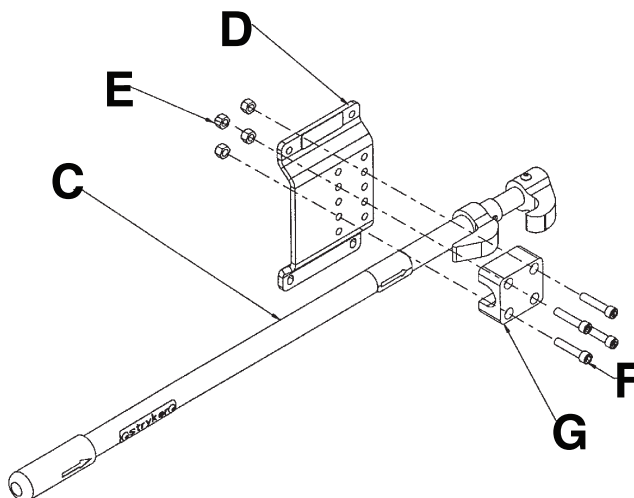

Figura 21 – Fijación de la abrazadera de raíl al conjunto de raíl
- Coloque el conjunto del raíl (C) en el soporte de montaje en pared (D) (Figura 21).
- Instale las cuatro contratuercas hexagonales de nailon (E) y los cuatro tornillos de cabeza cilíndrica Allen de 5/16-18 x 2 in (F) para fijar la abrazadera de raíl (G) al conjunto de raíl (Figura 21).